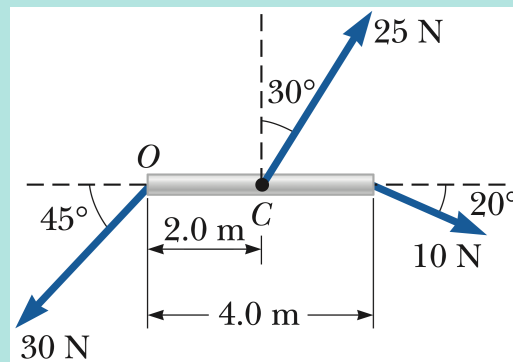

Figura 10: Figura de referencia.
7. Determina el momento de torsión neto (magnitud y dirección), sobre la viga en la figura 10, respecto